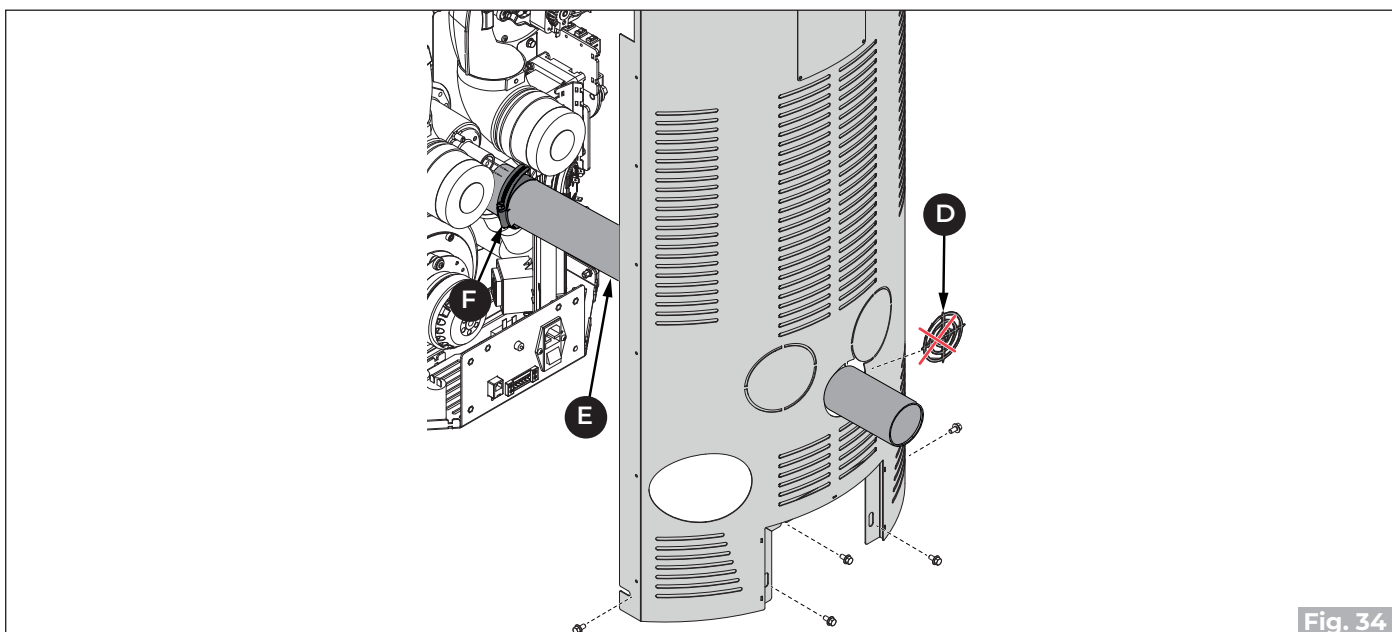

Fig. 34
- Quitar el precorte **(D)** en el respaldo **(C)** y hacer pasar el tubo flexible **(E)** para conectarlo a una toma de aire externa ("Fig. 34").